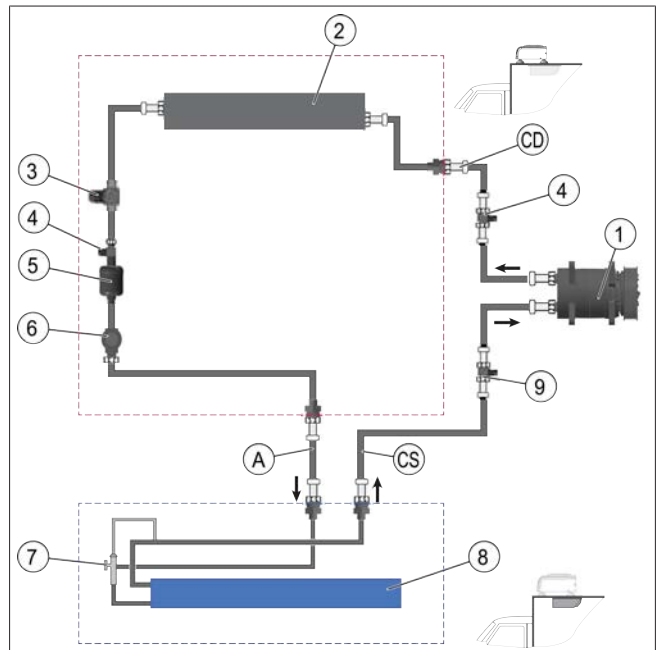
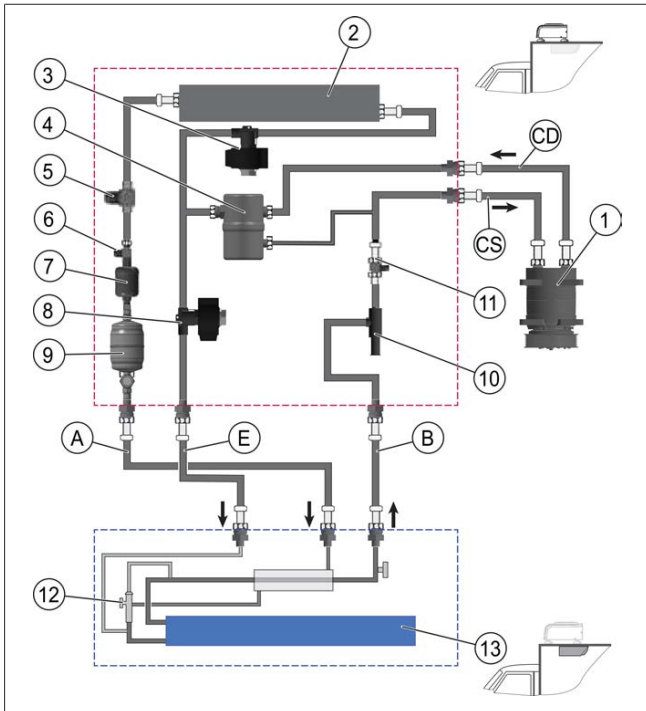

Fig. 13 Diagrama del Frigo Top 24 RT-D R134a
Fig. 14 Diagrama del Frigo Top 24 RT-DG R452A
1. Instale las mangueras según la Fig. 13 o la Fig. 14. Consulte las instrucciones de instalación detalladas en el capítulo 7.1, "Instrucciones de instalación de las mangueras" en la página 7.